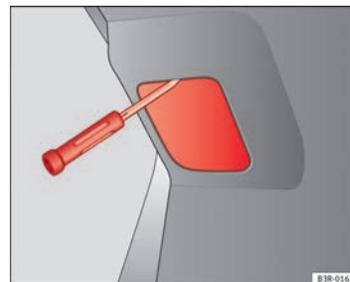

Fig. 220 Retirar la cubierta del portón del maletero
- Introduzca un destornillador desde arriba por la ranura ⇒ fig. 220 y extraiga la cubierta haciendo palanca.